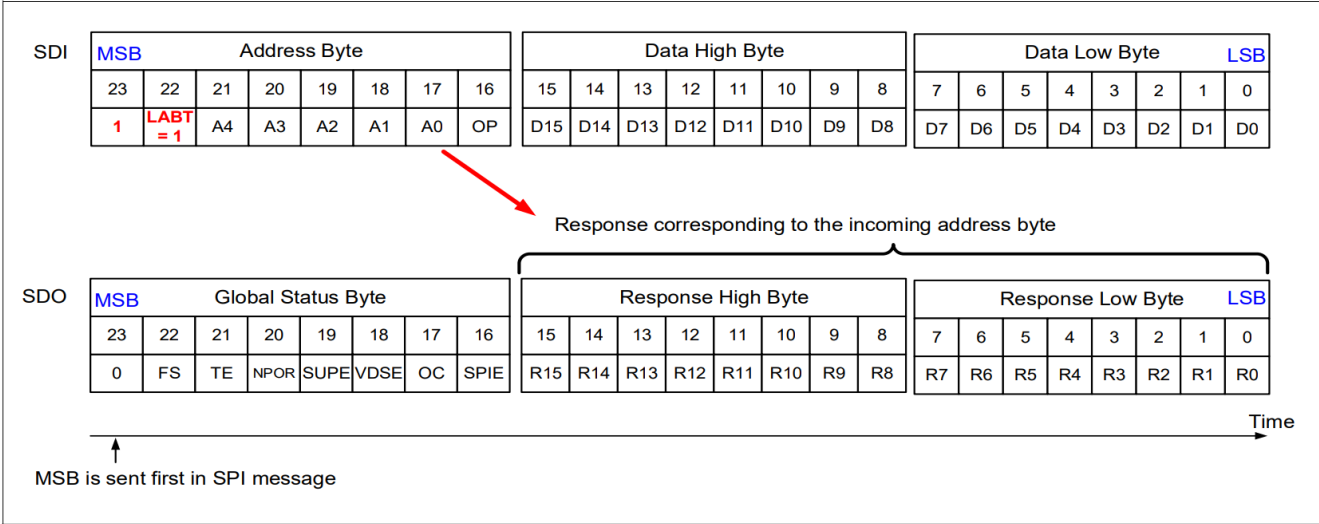

图 43 单独从机选择的帧内响应
地址字节指定（见图 43）:
1) OP 位是该地址字节的最低有效位, 参见图 43